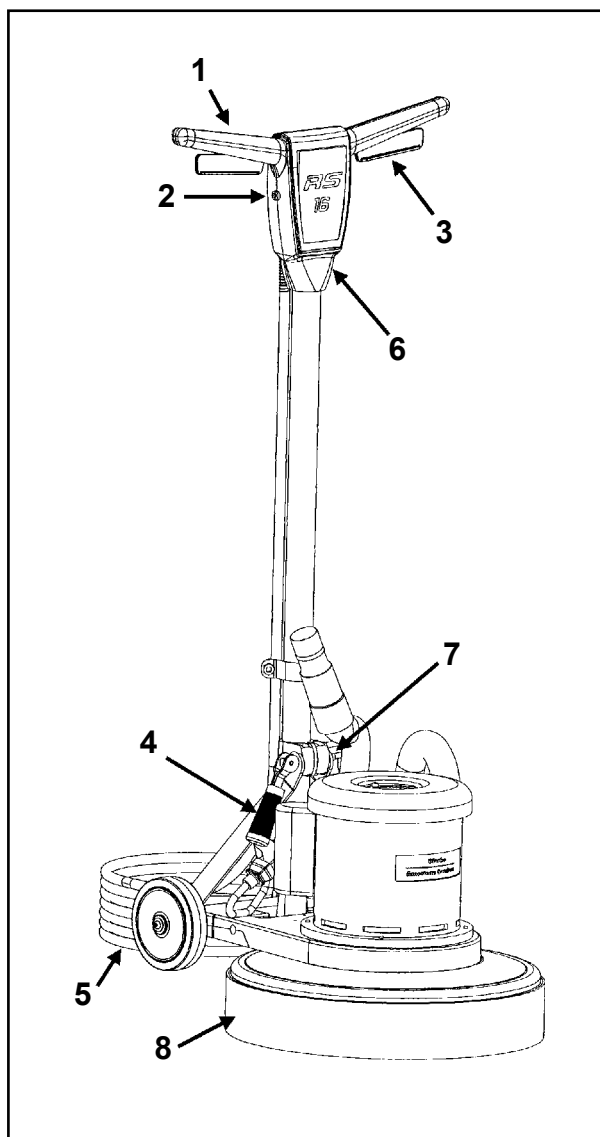
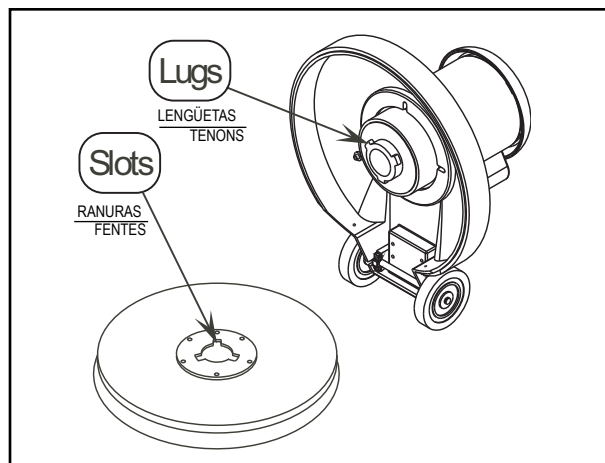

Figura 1
Figura 2
**FAMILIARÍCESE CON SU MÁQUINA (Figura 1)**
- 3 Palancas de maniobras - Apretar - ENCENDIDO (ON) / Aflojar - APAGADO (OFF)
1. Alinee las lengüetas con las ranuras correspondientes del impulsor de la almohadilla y gire del impulsor de almohadilla en sentido anti-horario para que quede fijo en su lugar (figura 2). Para retirar el impulsor de almohadilla, gírelo rápida y firmemente en sentido horario.
2. RS-16 DC: Instale el faldón de polvo como se muestra en la figura 1, ítem 8; tensando la banda hacia abajo.